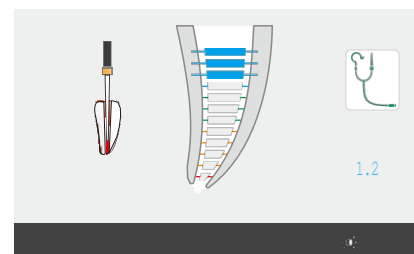
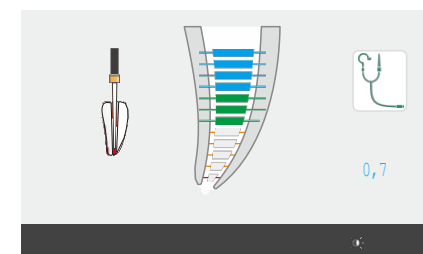

Abb. 19 Apex-Bereich – Blau
Abb. 20 Apex-Bereich – Grün
- Im Wurzelspitzenbereich zeigt der Anzeigepunkt die genaue Position an und wechselt entsprechend von Blau zu Grün und dann zu Gelb (Abb. 19, Abb. 20).